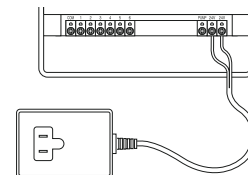

Ilustración 21: Conexión de arranque de bomba y transformador
- 🔌 Conecte el transformador [Vea la ilustración 21].